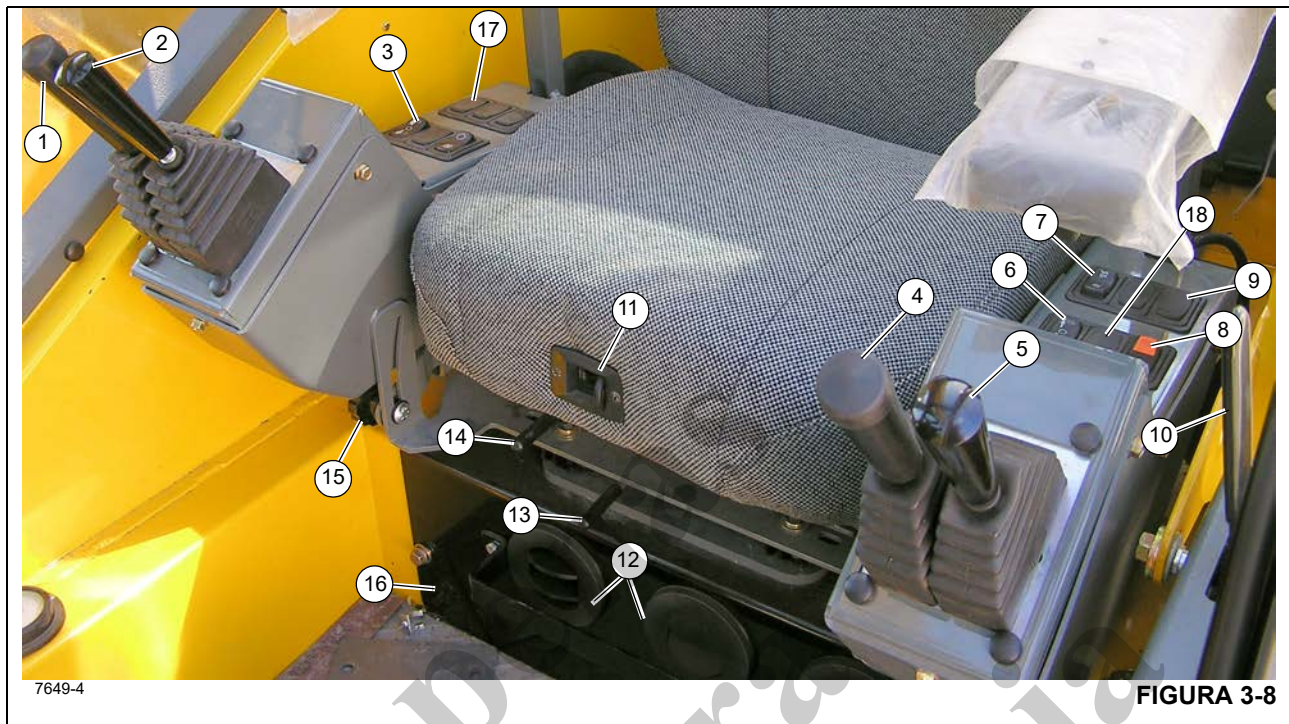

FIGURA 3-8
O indicador de diferencial do eixo bloqueado (22) Figura 3-6 localiza-se no mostrador de indicadores da coluna de direção. Este indicador acende em âmbar depois que a chave de bloqueio do diferencial (10) Figura 3-8 for pressionada na posição LOCK (Bloquear) e que as chaves de bloqueio do diferencial do transportador, localizadas em cada eixo, forem fechadas. Na posição LOCK (Bloquear), o diferencial não atua entre as rodas.
Números dos itens da Figura 3-8
O controle do guincho principal (1) (Figura 3-8) localiza-se no apoio de braço direito. O joystick, quando empurrado para a frente abaixa o cabo. Quando puxado para trás ele eleva o cabo.
O controle de elevação da lança (2) Figura 3-8 localiza-se no apoio de braço direito. Quando empurrado para a frente o joystick abaixa a lança, puxado para trás ele eleva a lança.
A chave seletora da velocidade do guincho principal (3) Figura 3-8 é uma chave de três posições fixas (ALTA/DESLIGADA/BAIXA) localizada no apoio de braço direito. Colocada na posição ALTA, permite a operação das funções do guincho principal e energiza o solenoide de velocidade alta do guincho principal, proporcionando altas velocidades do cabo. Colocada na posição central, DESLIGADA, a elevação de carga é impedida. Colocada na posição BAIXA, permite a operação das funções do guincho principal e desliga a energia do solenoide de velocidade alta do guincho principal, proporcionando baixas velocidades do cabo.
O controle do guincho auxiliar ou do telescópio (4) (Figura 3-8) localiza-se no apoio de braço esquerdo. O joystick controla as funções do telescópio quando o guindaste não estiver equipado com um guincho auxiliar. Empurre o joystick para a frente para estender a lança e puxe a alavanca para trás para retrai-la.
A chave seletora da velocidade do guincho principal (6) Figura 3-8 é uma chave de três posições fixas (ALTA/DESLIGADA/BAIXA) localizada no apoio de braço esquerdo. Colocada na posição ALTA, permite a operação das funções do guincho auxiliar e energiza o solenoide de velocidade alta do guincho auxiliar, proporcionando altas velocidades do cabo. Colocada na posição central, DESLIGADA, a elevação de carga é impedida. Colocada na posição BAIXA, permite a operação das funções do guincho auxiliar e desenergiza o solenoide de velocidade alta do guincho auxiliar, proporcionando baixas velocidades do cabo.
A chave de controle da direção traseira (7) (Figura 3-8) tem três posições, centralizada por mola na posição DESLIGADA e está localizada no apoio de braço esquerdo. Presione a parte inferior da chave para acionar uma válvula de
A chave de controle do freio de giro (8) (Figura 3-8) localiza-se no apoio de braço esquerdo. Esta chave de duas posições ON/OFF (LIGA/DESLIGA) é usada para controlar uma válvula hidráulica que direciona um fluxo regulado de pressão do e para o freio de giro. Colocar a chave na posição ON (LIGADA) aciona o freio de giro e colocá-la na posição OFF (DESLIGADA) libera o freio de giro. Quando a chave estiver na posição ON (ligada), a luz indicadora vermelha na coluna de direção acende. A chave tem uma trava para evitar ativação acidental.
A chave de bloqueio do diferencial (Diferencial do eixo) (9) (Figura 3-8) localiza-se no apoio de braço esquerdo. É uma chave temporária de duas posições. Quando colocada na posição lock (bloquear), as estrias do colar de mudança se acoplam com as estrias da caixa do diferencial, os eixos e o conjunto do diferencial são travados juntos e o diferencial não atua entre as rodas. Quando posicionada na posição unlock (destravar), há ação normal permanente do diferencial entre as rodas. O indicador âmbar na coluna de direção acende quando as chaves de proximidade em cada eixo forem ativadas.
Use a alavanca de liberação da porta da cabine (10) (Figura 3-8) para abrir e fechar a porta da cabine do lado de dentro da cabine.
Para ajustar o encosto do banco, pressione o botão de ajuste (11, Figura 3-8) e ajuste o assento conforme a necessidade.
A unidade de controle do ar-condicionado/aquecedor da cabine (16) Figura 3-8 localiza-se na cabine, sob o assento do motorista. As saídas (12) fazem parte da unidade de controle climático e podem ser ajustadas para direcionar o fluxo de ar.
Movendo a alavanca de deslizamento do assento (13) (Figura 3-8) apenas o assento desliza para a frente ou para trás.
Movendo a alavanca de deslizamento da estrutura do assento (14) (Figura 3-8), o assento e a estrutura do assento deslizam para a frente ou para trás.
O apoio de braço e os controles do apoio de braço podem ser ajustados por meio dos botões de ajuste (15) (Figura 3-8). Solte o botão e gire o apoio de braço até a posição desejada, reaperte o botão ao concluir o ajuste.
Os indicadores de rotação do guincho para os guinchos auxiliar e principal localizam-se na parte superior da respectiva alavanca de controle (1,4) (Figura 3-8). Cada indicador é acionado eletronicamente por um sinal de entrada originado por um sensor fixado ao guincho correspondente e por um sinal de saída de um módulo de controle. Cada alavanca de controle do guincho (1,4) pulsa quando o guincho correspondente estiver em funcionamento de maneira a ser sentida pelo polegar do operador.